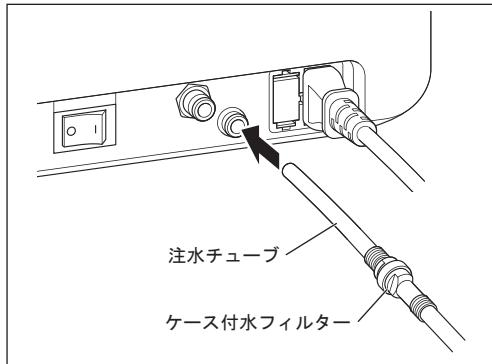

図10
- 1) 注水チューブコネクタに注水チューブの端面（ケース付水フィルター側）を奥まで挿し込みます(図10)。